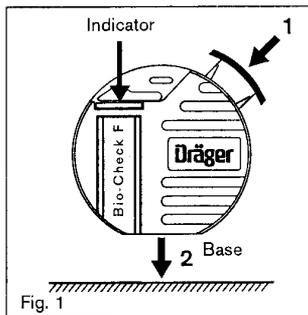

Fig. 1
- Direkt im Anschluss Bio-Check F aktivieren (Abb. 1): Bio-Check F aufrecht in der Hand halten (Standfläche nach unten).
- 2 Sollte sich der Indikator nicht befeuchten, Bio-Check F mit der Standfläche (Abb. 1) auf einen festen Untergrund aufstoßen. Indikator beobachten. Nach 10 bis 15 Sekunden ist der Indikator befeuchtet und damit messbereit.
- The white indicator (Fig.1) must not be touched, contaminated or get wet.
- Subsequently activate Bio-Check F (Fig. 1):
- 2 Should the indicator not be moistened, knock the base of the Bio-Check F onto a firm surface (Fig.1). Observe the indicator. After 10 to 15 seconds, the indicator will be moist and thus ready for measurement.